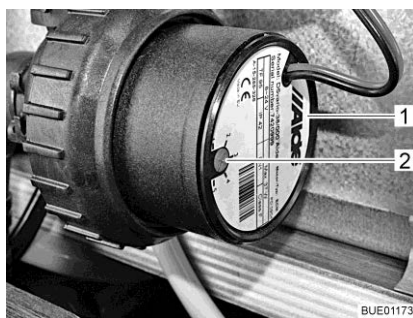

Fig. 216 Reducción de la velocidad
La velocidad de la bomba de circulación se puede ajustar con el regulador giratorio (Fig. 216,2). Con una velocidad reducida disminuyen los ruidos de rodadura de la bomba.
El regulador giratorio se encuentra en la bomba de circulación (Fig. 216,1).
- Girar el regulador giratorio (Fig. 216,2) en sentido contrario a las agujas del reloj. Se reduce la potencia.